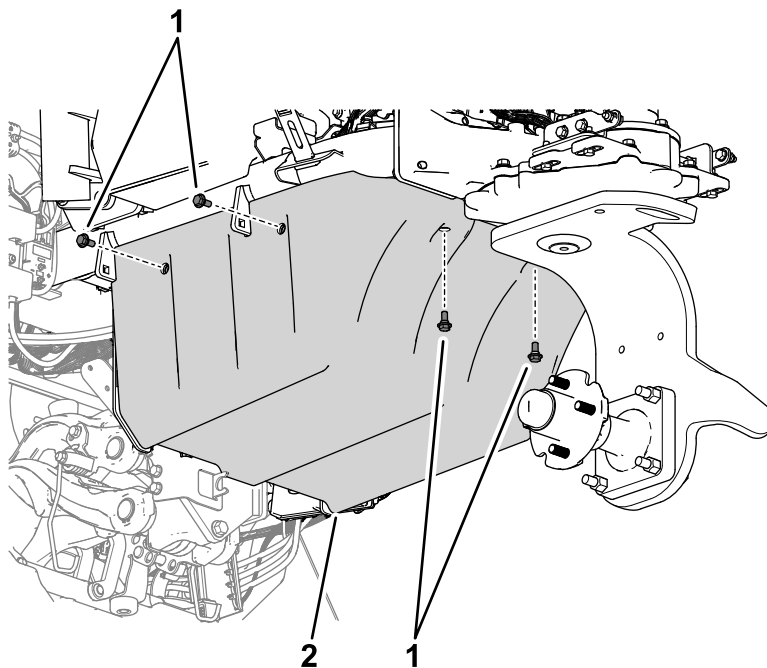

**Figura 32**
1. Instale 6 porcas rápidas nas patilhas da placa de montagem superior e na placa de montagem inferior (Figura 32).